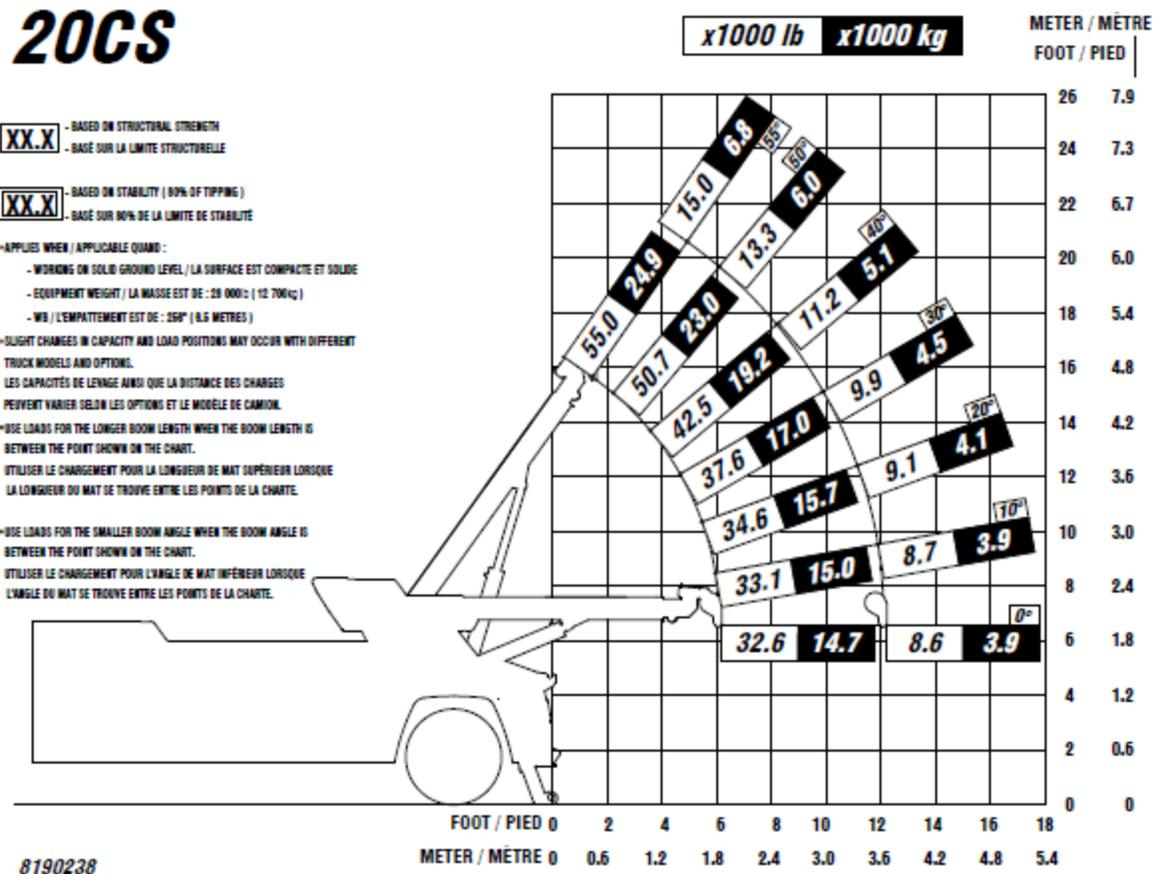

FIGURE 11 – CAPACITÉ DE LEVAGE DU MODÈLE 20CS
- Figure 11 – Capacité de levage du modèle 20CS